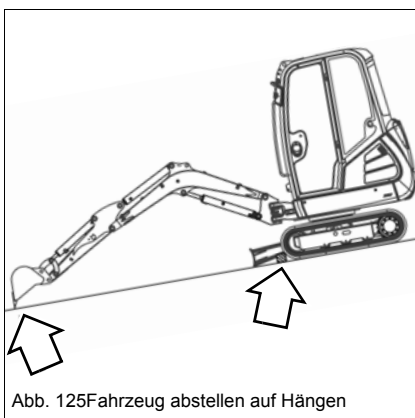

Abb. 125 Fahrzeug abstellen auf Hängen
- Laufwerksketten mit entsprechenden Absicherungen (z.B. Unterlegkeile, Klötze) wie in Abb. 125 versehen.